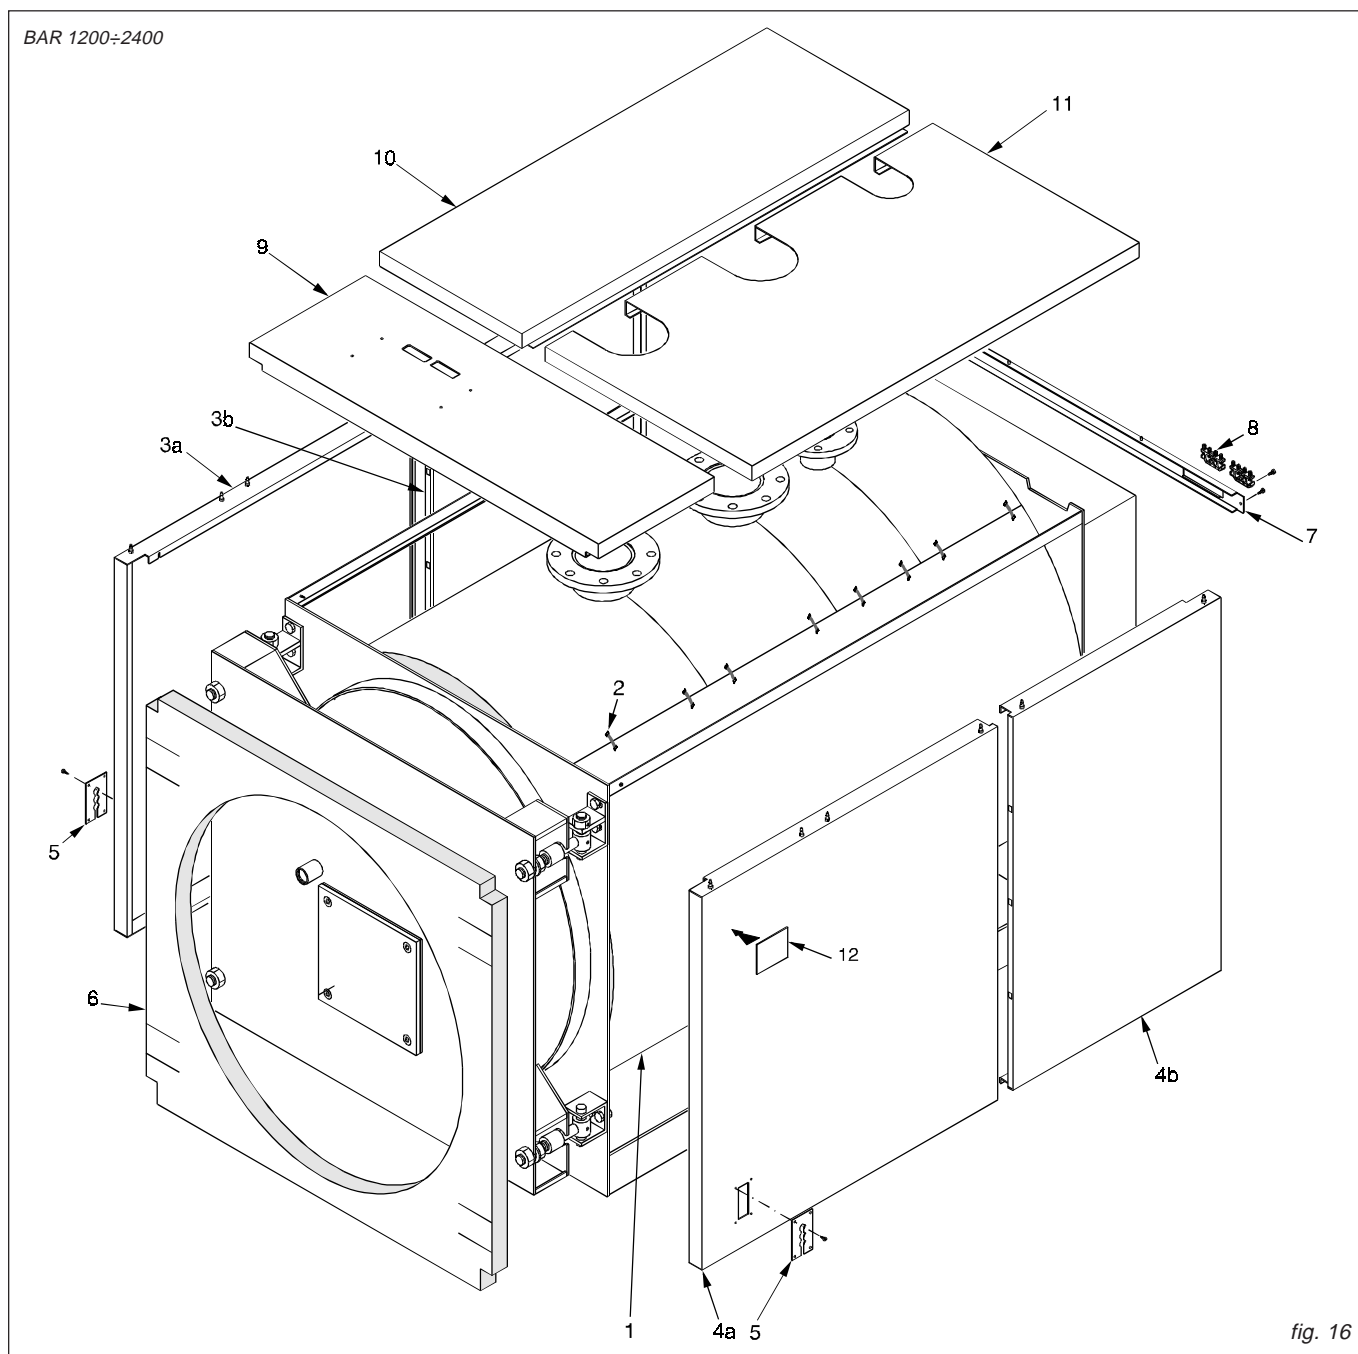

fig. 16
- G) Montare i pannelli superiori longitudinali (pos. 9 e 10) e fissarli con il rinforzo posteriore (pos. 11) e le relative viti
- (pos. 12).
- H) Montare il pannello posteriore inferiore (pos. 13).
- I) Fissare la targhetta dati di caldaia (pos.14) al pannello laterale dopo aver sgrassato la parte interessata con apposito solvente. La targhetta è inserita nella busta documenti.
N.B. Per i modelli compresi tra **BAR 1200** e **BAR 2400** (rif. fig. 16), il mantello e l'isolamento sono contenuti in 3 imballi marcati:
Sequenza di montaggio (Rif. fig. 16)